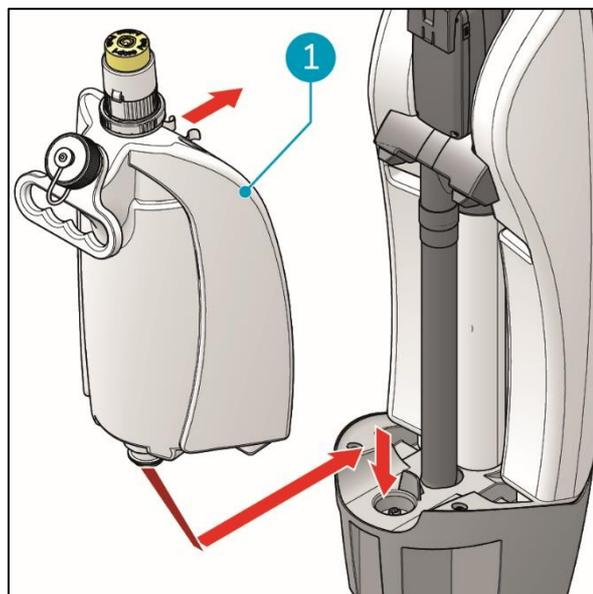

Figura 13
2. Mettere il serbatoio della soluzione detergente (Figura 13, pos. 1) sull'i-mop XL Pro con la valvola per prima.